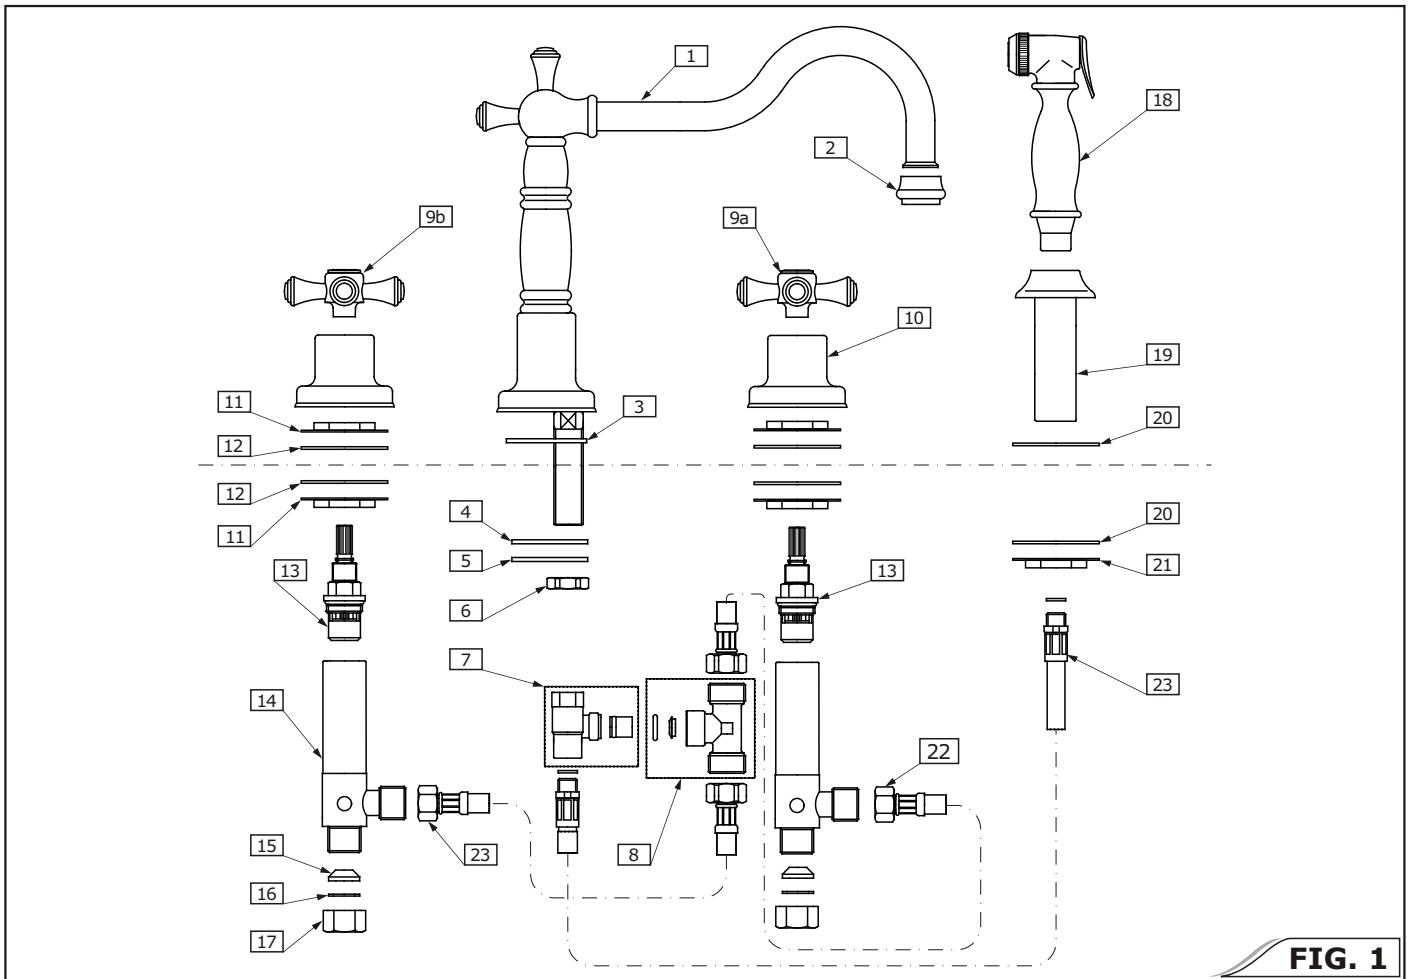
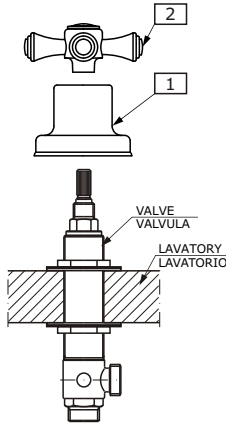

FIG. 1
FIG. 3a
2. Spin the bottom valve mounting nuts (2) all the way down the valve and remove the top nut and washers. Insert valve (1) up through the hole in the deck, then drop on the washers (3) and the top mounting nut.
4. Connect hose (22 fig.1) to the outlet connection of the valve. The other end of the hose should be connected to T-connection (8 fig.1).
2. Haga girar las tuercas de montaje inferiores de la válvula (2) manteniendo la válvula abajo, luego quite la tuerca y las arandelas superiores. Inserte el cuerpo de válvula (1) por arriba a través del agujero en la cubierta, después ponga las arandelas (3) y la tuerca de montaje superior.
4. Conecte la manguera (22 fig.1) con la conexión del enchufe de la válvula. El otro extremo de la manguera se debe conectar con la conexión „T” (8 fig.1) después de la instalación del grifo.
See fig. 3a & 3b
Vea fig. 3a y 3b
- In case of **PESARO MODELS** (see fig. 3a): First screw shroud (1) onto valve until against the deck. Do not overtighten. Insert cross handles (see fig.1, items 9a & 9b) onto the valves. Make sure the LEFT cross handle with (H) cap is on the RED marked valve and the RIGHT cross handle with (C) cap is on the BLUE marked valve.
- En caso de **MODELOS PESARO** (vea fig. 3a): Primero-Entornille la base de la manilla (1) hasta la base. No apriete demasiado. Inserte las manijas cruzadas (ver fig.1, los elem. 9a y 9b) sobre las válvulas. Cerciórese de que la manija cruzada IZQUIERDA (H) esté sobre la válvula marcada con la etiqueta ROJA y la manija cruzada DERECHA (C) esté sobre la válvula marcada con la etiqueta AZUL.